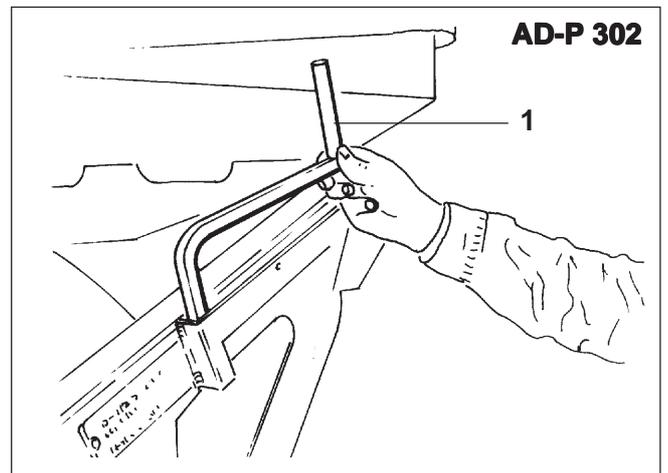

Fig. 21.5
Sujetar la manivela de ensayo en vacío (figs. 21.5/1 y 21.6/1). Esta manivela se encuentra situada en un soporte en el lado derecho del bastidor de la máquina y está fijada mediante un pasador.
- Volver a colocar en su sitio la manivela de ensayo en vacío (figs. 21.5 y 21.6) en su soporte, asegurándola con un pasador.